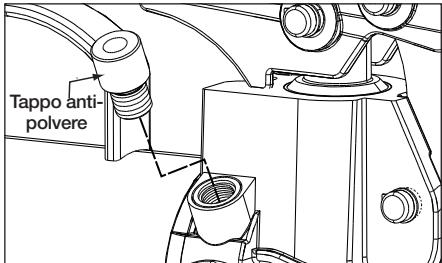

Figura 13, Valvola di scarico (P-77, P-80, P-801 e P-84)
- Sui Modelli P-77, P-80, P-801 e P-84, la valvola di scarico è posizionata sul fianco della testa della pompa. Vedere la Figura 13.